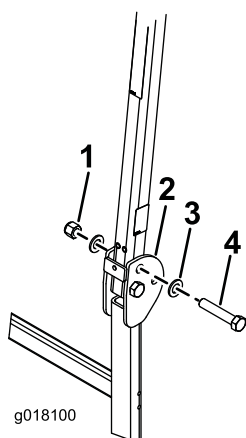

Рисунок 8
2. Установите шайбу (13/16 x 1 1/2 дюйма) на каждый болт (3/4 x 4 дюйма), как показано на Рисунок 8.
3. В отверстия, из которых были извлечены штифты, установите болты с шайбами (Рисунок 8).
как показано на Рисунок 8. Затяните гайки с моментом от 323 до 396 Н·м.
5. Затяните болт оси поворота конструкции ROPS (Рисунок 8) с моментом 91 – 113 Н·м, чтобы предотвратить любые вибрации защитной дуги и солнцезащитного навеса.